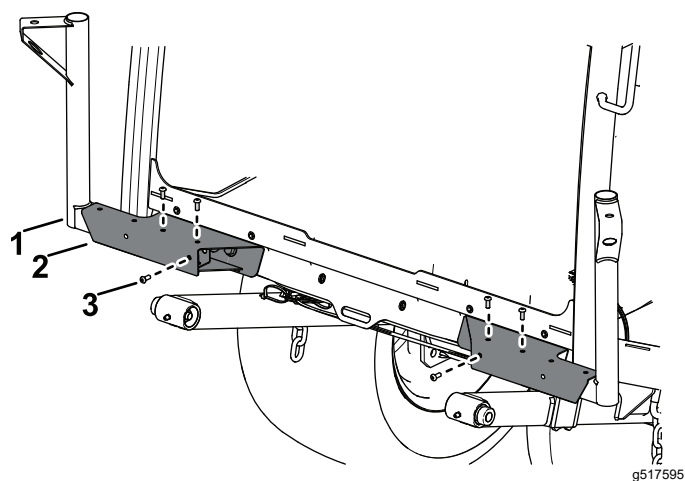

Figura 15
2. Fissate il supporto del faro sinistro e di quello destro sulle basi dei fari inserendo 3 bulloni a testa bombata ($\frac{1}{4}$ " x $\frac{5}{8}$ ") nelle piastrine per viti autofilettanti di ciascun lato (Figura 15).